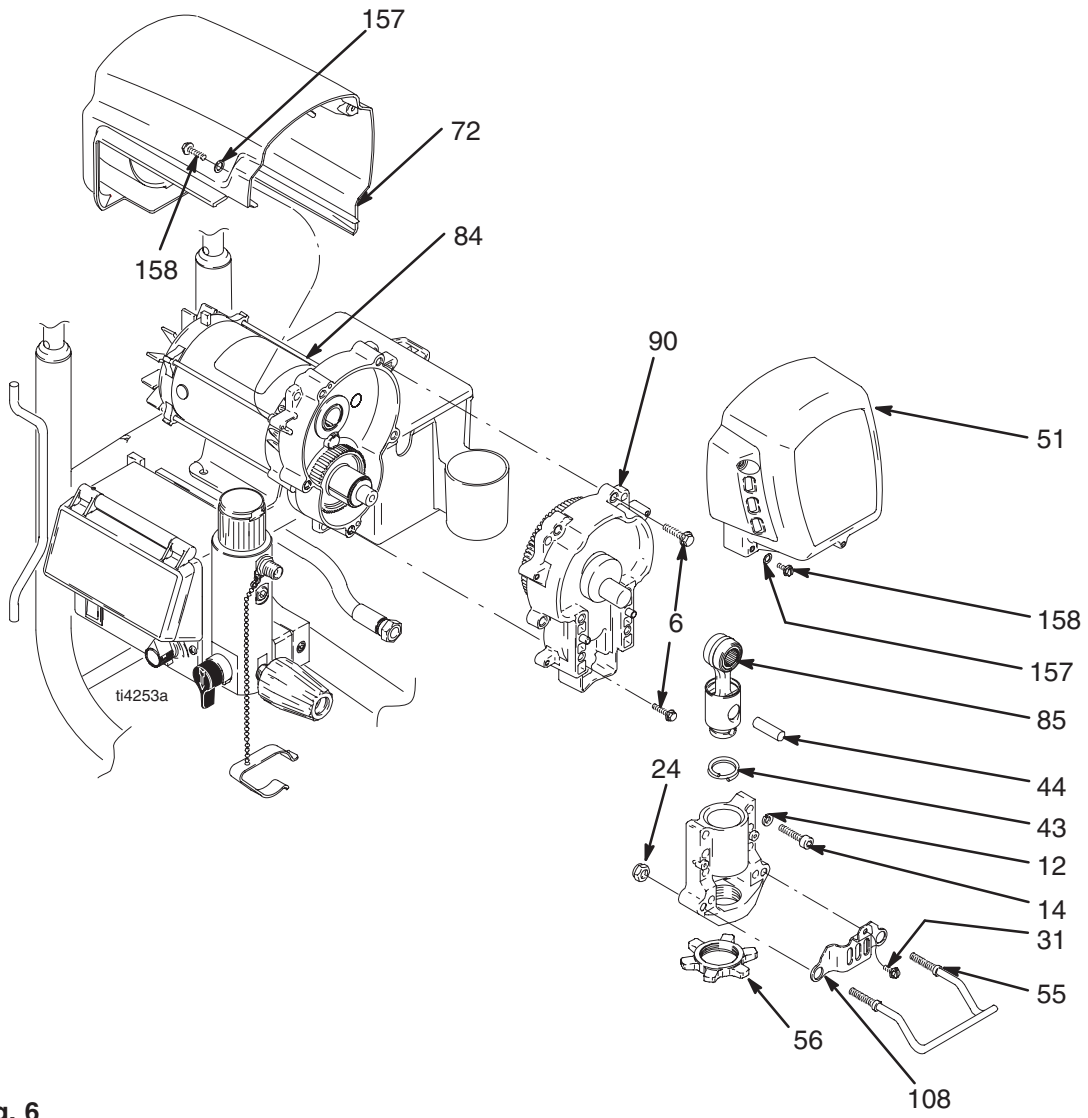

Fig. 6
2. Fjern to skruer (31), to muttere (24), spannkroken (55) og pumpestangdekslet (108).
3. Fjern pumpen (91); **Utskifting av stempelpumpe**, side 20.
4. Fig. 6. Fjern to skruer (158) og skyddet (72).
5. Fjern fire skruer (158) og frontdekslet (51).
6. Fjern fire skruer (14) og skiver (12) for å ta ut lagerhuset (83) og veivstangen (85).
7. Fjern fire skruer (6) og trekk drivmekanismehuset (90) av motoren (84).
1. Fig. 6. Press drivmekanismehuset (90) på motoren (84) og fest det med fem skruer (6). Trekk til med et moment på 190–210 in-lb (21–23 N·m).
2. Monter lagerhuset (83) med fire skruer (14) og skiver (12). Trekk til med et moment på 25–30 ft-lb (34–40 N·m).
3. Monter frontdekslet (51) med fire skruer (31).
4. Monter skyddet (72) med to skruer (31).
5. Monter pumpen (41). **Utskifting av stempelpumpe**, side 20.
6. Monter pumpestangens deksel (108) og spannkroken (55) med skruen (31) og to muttere (24).